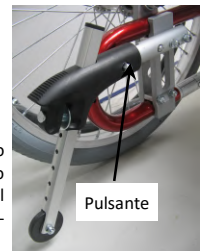

fig. 5.4: Ruotina antiribaltamento estraibile
* versione estraibile (fig. 5.4) qualora presente:
Tale sistema ha la possibilità di togliere completamente il dispositivo antiribaltamento dal telaio pigiando il pulsante indicato in fig. 5.4. Per l'inserimento pigiare il pulsante ed inserire il tubo facendolo scorrere fino a quando il pulsante non si alloggerà nella relativa sede. Controllare il corretto inserimento verificando l'impossibilità del distacco del dispositivo dal telaio. Per il funzionamento vedere la sezione (standard fissa).